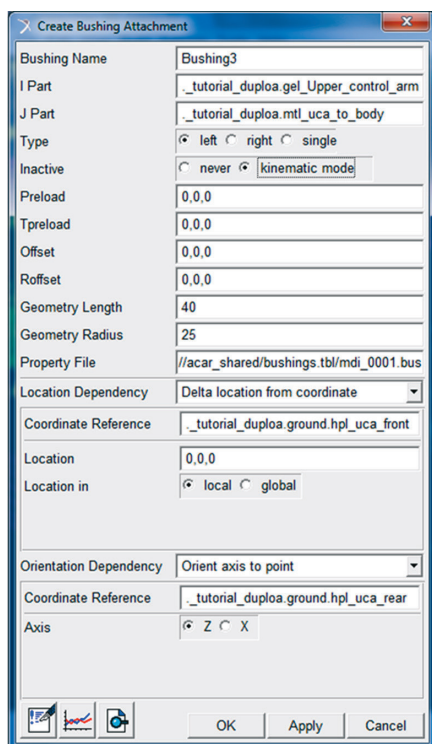

Figura 5.141 – Preenchimento da caixa de diálogo relativa à criação da bucha “*bkl\_Bushing3*”.
- Para construção da terceira bucha, a qual estará localizada no *hardpoint* *hpl\_uca\_front* repita os procedimentos anteriores e preencha os campos da janela *Create Bushing Attachment* como ilustrado na Figura 5.141.